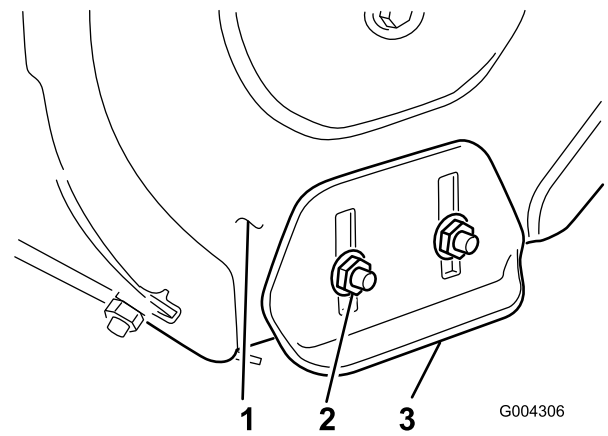

Figure 21
- Desserrez les 4 écrous à embase qui fixent les deux patins aux côtés de la fraise (Figure 21) jusqu'à ce que les patins puissent coulisser aisément vers le haut et vers le bas.
8. Serrez les 4 écrous à embase qui fixent les patins aux côtés de la fraise (Figure 21).